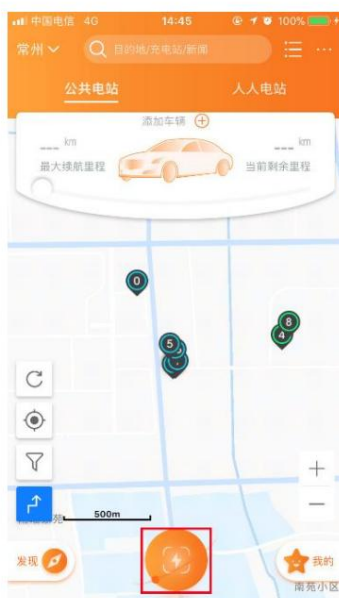

Abbildung 3-12 Mobiltelefon-Client-Schnittstelle (am Beispiel der Star Charge-Schnittstelle)
**Schritt 3** Öffnen Sie „Star Charging“ oder andere mobile Clients und klicken Sie auf die Schaltfläche im roten Feld, wie in Abbildung 3-12 dargestellt um den QR-Code auf der Schnittstelle des Ladegeräts zu scannen.